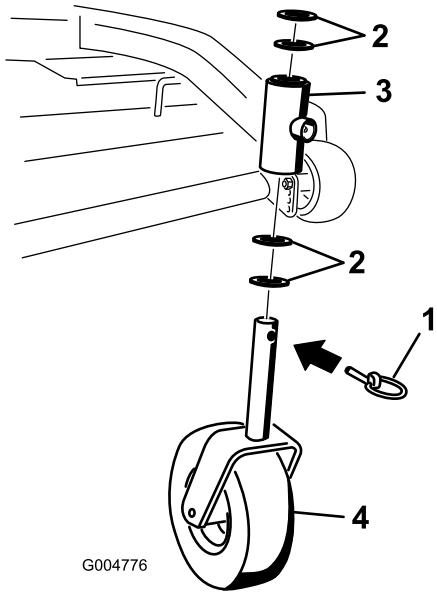

Figure 40
- Enlevez la goupille de sécurité et la ou les entretoise(s) du haut de la chape de la roue pivotante (Figure 40).
6. Vérifiez l'usure de la chape de la roue pivotante et remplacez-la le cas échéant (Figure 40).
7. Insérez la chape dans les bagues à l'intérieur du tube de montage. Replacez la ou les entretoise(s) sur la chape et fixez-les avec la bague de retenue (Figure 40).